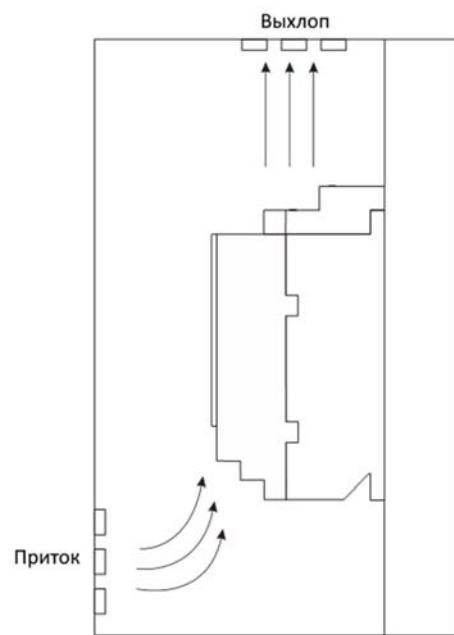

Рис. 3.3
- Если устройство плавного пуска устанавливается в шкафе, необходимо обеспечить приток холодного воздуха в соответствии со следующей схемой. (См. Рис. 3.3)